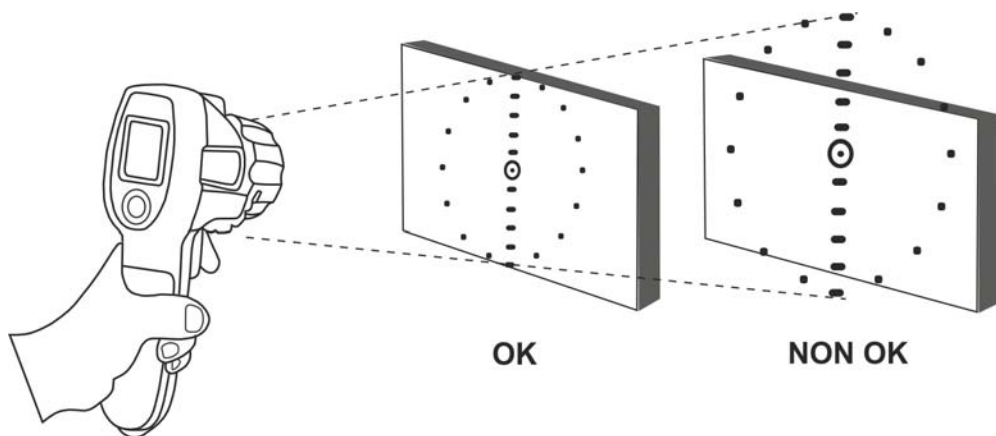

Fig. 17: Condizioni corrette di misura
6. Assicurarsi che l'oggetto di cui si vuole misurare la temperatura abbia dimensione almeno pari all'area dello spot di misura (vedere Fig. 17). Tanto più è piccolo l'oggetto tanto minore dovrà essere la distanza dall'oggetto stesso. **Se la precisione è importante assicurarsi che la dimensione dell'oggetto sia pari ad almeno due volte l'area dello spot.** Per misurare degli "Hot Spot" orientare il termometro verso l'oggetto in esame e poi muovere lo strumento lungo l'oggetto fino a trovare il punto caldo